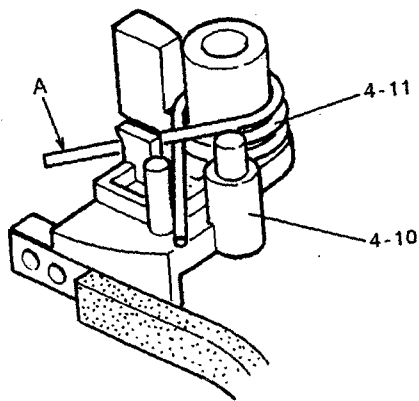

Fig. 7
- 1). Before installing 4-10, fit SPRING, COIL (4-11) to 4-10 as shown in Fig. 7.
- 1). 4-10を取り付ける前に、SPRING, COIL (4-11)を図7のように4-10に取り付ける。